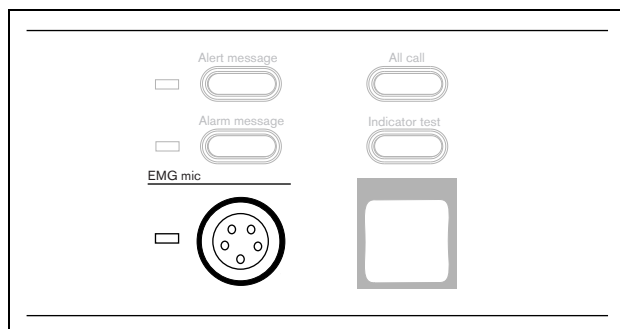

Abbildung 25.7: Anzeige für das Notfallmikrofon
- Leuchtet die rote EMG mic-Anzeige auf (siehe Abbildung 25.7).